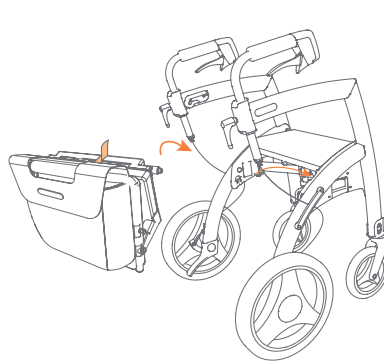

Abbildung 30: Anbringen des Rollstuhlpakets.
- b. Heben Sie den roten Hebel mit der anderen Hand, um die Verriegelungsbolzen einzuziehen (**Abbildung 30**).